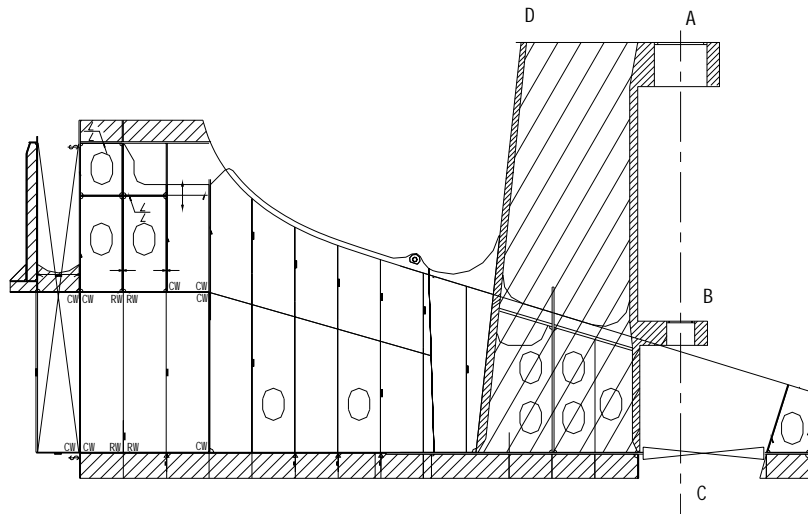

图 8
5.2.1 挂舵臂竖立在分段胎架上，使挂舵臂端面平行于基面。如图 8，并作出舵轴孔下端 A 点与上端面 B 点圆心，在两个端面各装焊一根扁铁条，开一个小圆孔，用铅锤从 A 点通过 B 点圆心荡一根垂线，延伸至基面的对准点，划一个十字线得到 C 点，找出舵轴孔中心线，以便焊接时可测量舵轴孔变形。